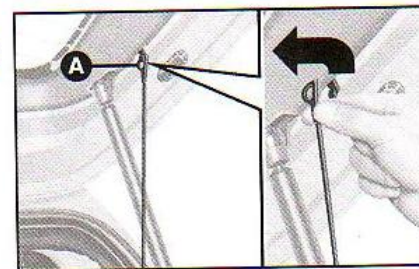

fig. 114
1) Liberar as extremidades superiores **A-fig. 114** dos dois tirantes.